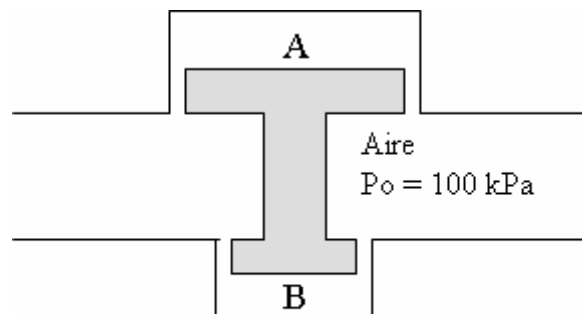

Figura 1.4
22. Un gas está contenido en dos cilindros A y B conectados por un pistón doble de diámetros diferentes (ver Figura 1.4). La masa del pistón es de 10 kg y la presión en A es de 200 kPa. Se tiene además que el diámetro del cilindro A es de 15 cm y el de B es de 5 cm. Calcular la presión en el cilindro B si la aceleración de gravedad es de $9,7 \text{ m/s}^2$